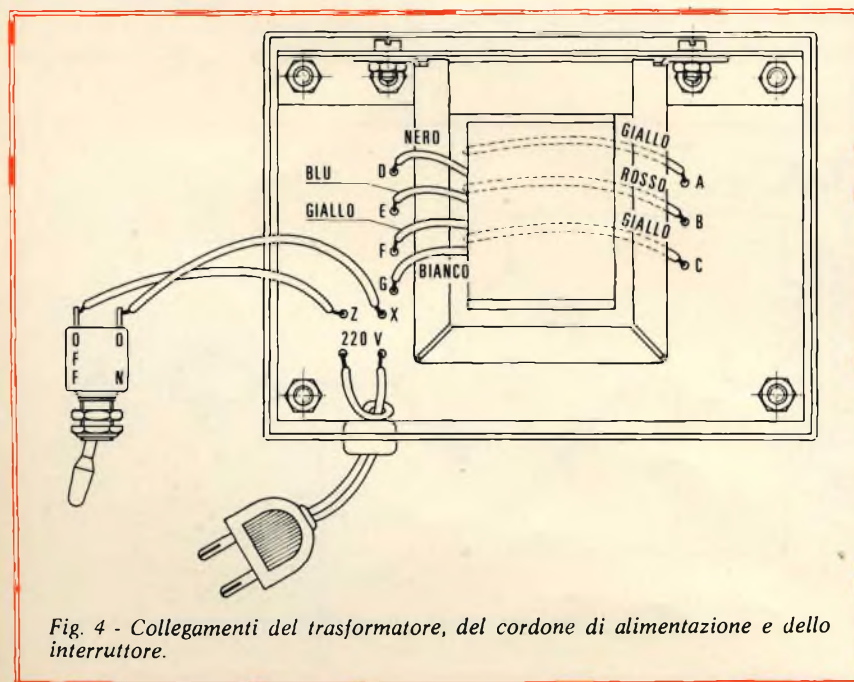

Fig. 4 - Collegamenti del trasformatore, del cordone di alimentazione e dello interruttore.
- Montare sul c.s. la squadretta che serve da supporto del trasformatore di alimentazione mediante le due apposite viti e relativi dadi di fissaggio (fig. 4).